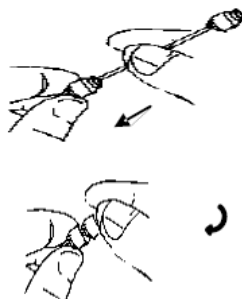

Abb. 1
- 3) Das männliche Luer-Ventil der Versteifung am weiblichen Luer-Ventil des Katheters befestigen (Abbildung 1).